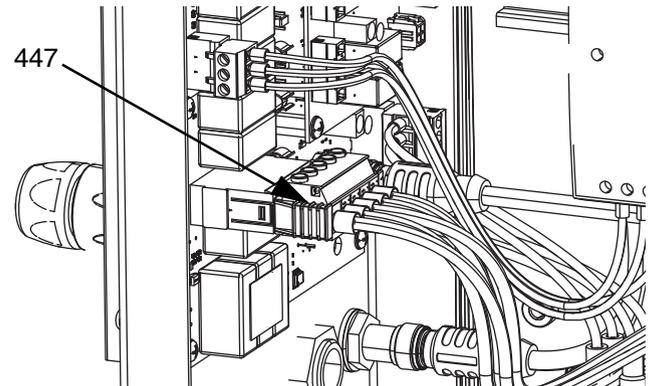

ABB. 17
- Schließen Sie das dem Erweiterungsmodul beiliegende CAN-Kabel an Schottverschraubung 2 (B2) in AMZ 1 im Heizungsschaltkasten (S) an.
- Schließen Sie den Kabelbaum (479) vom Erweiterungsmodul an AMZ1 an, wie dargestellt in ABB. 17.